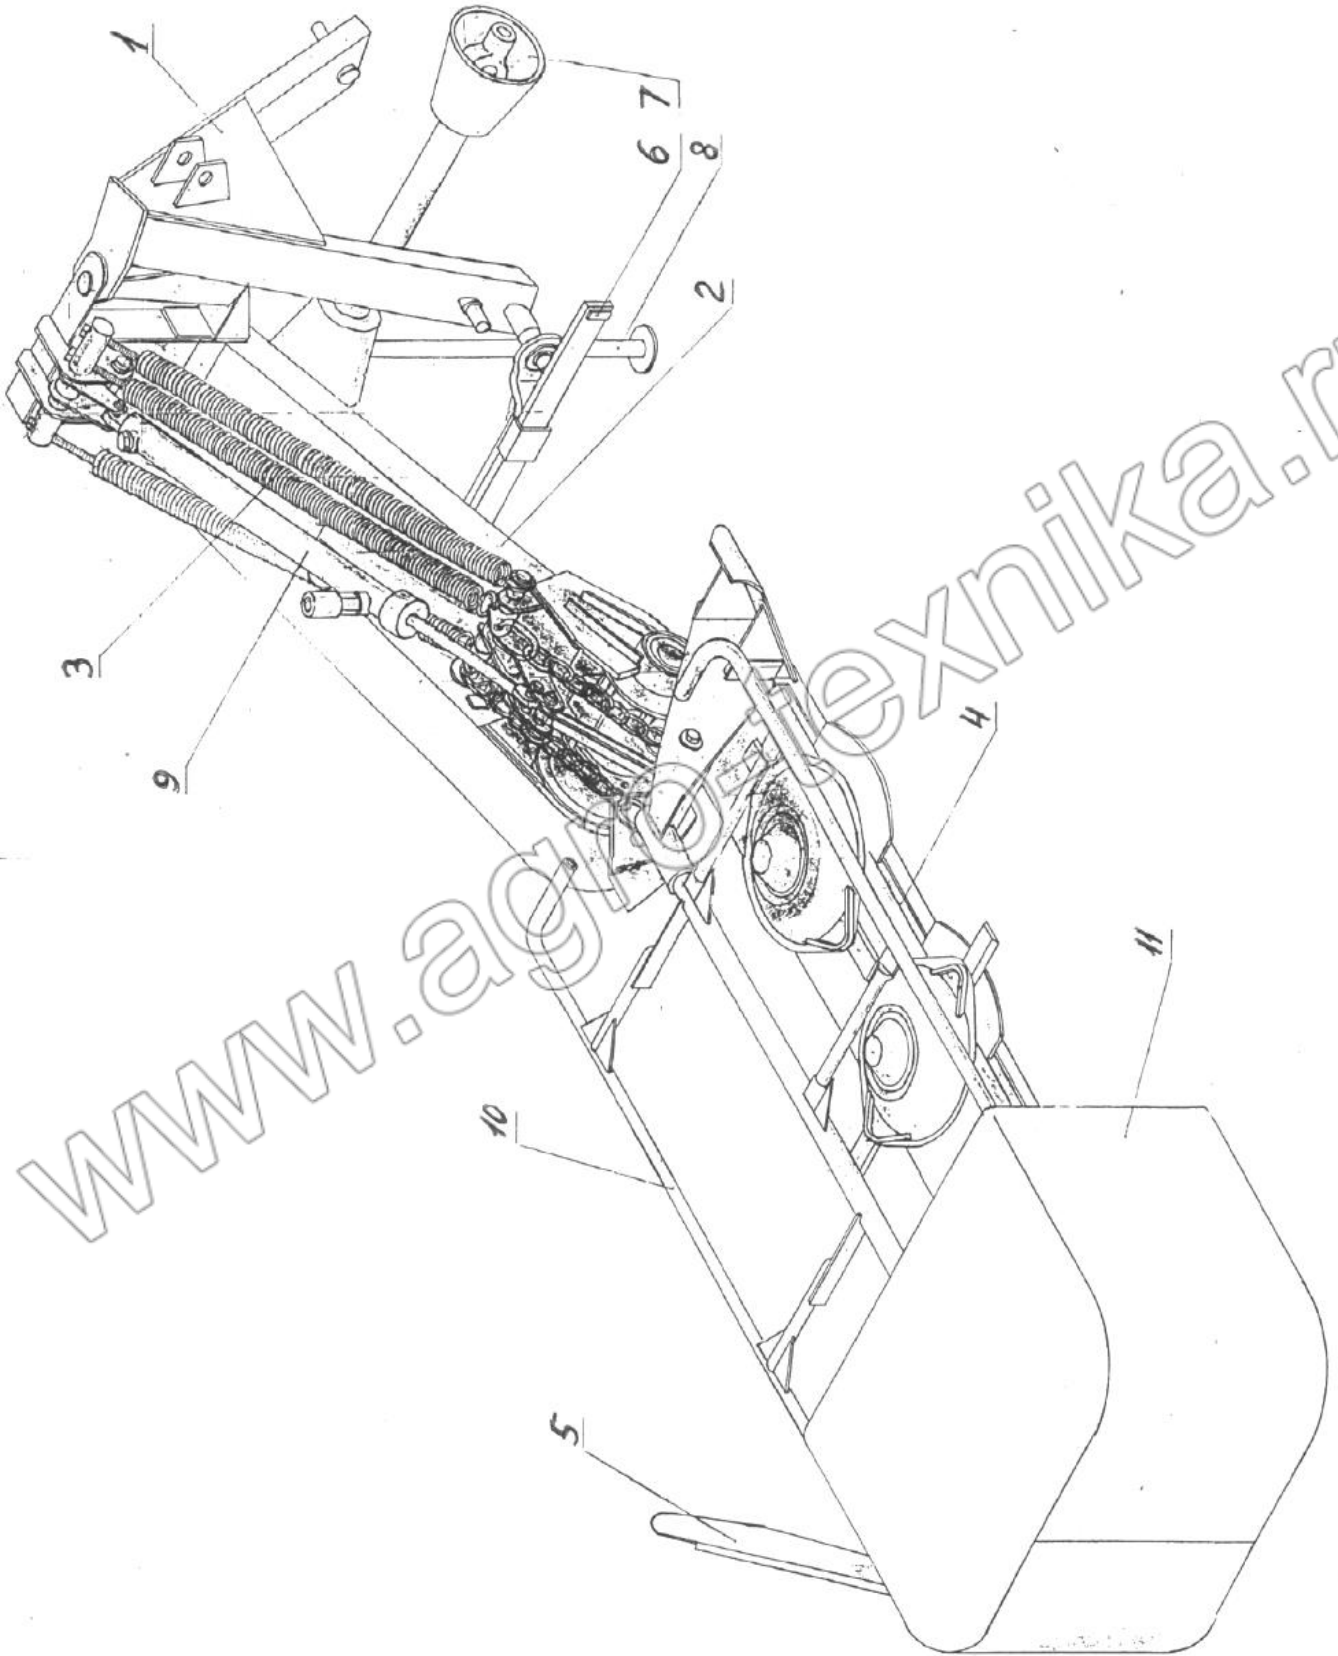

Рис.1 Общий вид косилки
3.1 Косилка ротационная (рис.1 и 2) состоит из: рамы навески 1, подрамника 2, механизма уравнивания 3, режущего аппарата 4, полевого делителя 5, тягового предохранителя 6, механизма привода 7, стойки 8, гидрооборудования 9, ограждения режущего аппарата 10,11.